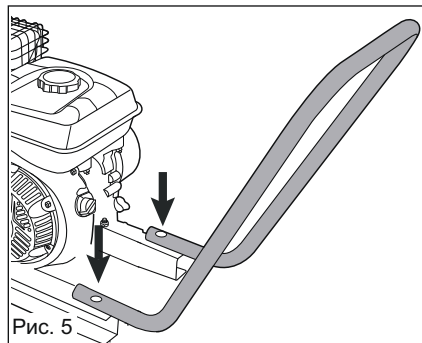

Рис. 5
1. Установите ручку для транспортировки (7) на раму основания (9). Совместите отверстия в ручке (7) и в раме основания (9). Из комплекта крепежа узла ручки (20) вставьте каждый болт с шайбой сверху. Зафиксируйте на месте гайкой (рис. 5, 6).